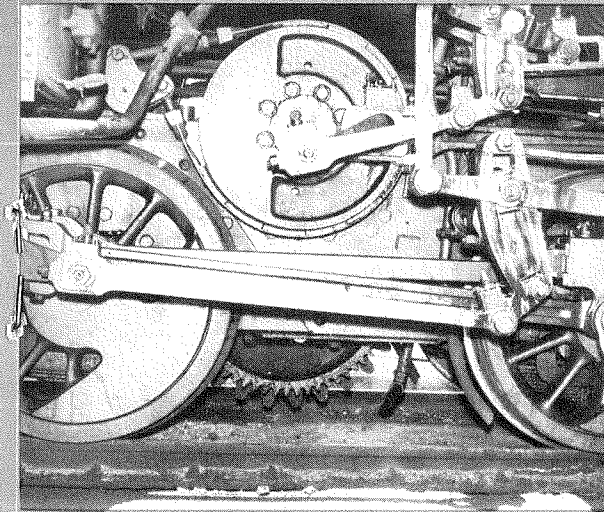

Fig. 2
Fig. 2 Ecco un angolo del plastico Deplano con la visione del deposito locomotive e lo scorcio della zona industriale raccordata con apposito binario alla linea ferroviaria.
- c) **Il freno a nastro.** Sull'asse motore del meccanismo a dentiera sono applicate, una per lato, due pulegge. Sulla periferia di queste pulegge che ricevono il moto dai pistoni dei cilindri del meccanismo a dentiera e lo trasmettono alla ruota dentata motrice attraverso un adatto rapporto di ingranaggi, sono praticate delle scanalature a sezione triangolare nelle quali si impegnano dei risalti, parimenti a sezione triangolare, di cui sono muniti i cuscinetti in bronzo fissati a nastro di acciaio (vedi fig. 2), che può essere serrato od allentato in guisa da fare aderire dal più al meno o niente del tutto i risalti dei cuscinetti in bronzo contro le scanalature praticate sulle pulegge motrici. Questo è il freno più potente della locomotiva e, come facilmente si intuisce, può bloccare completamente il moto della locomotiva.